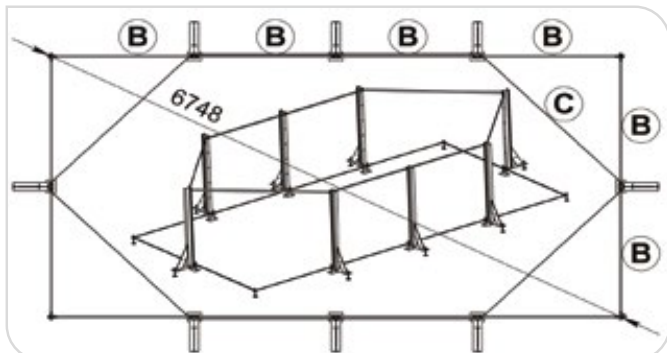

Abbildung 8 – Die Metallträger - Becken 3 x 6
Nachdem Sie die erste Stahlgitterschicht richtig gelegt haben (*Abbildung 3*), legen Sie sich die für den Aufbau Ihres Pools notwendigen Metallpfosten zurecht (*Abbildung 8*); Denken Sie daran, diese zuvor mit Hebern zu versehen (*Abbildung 5*). Die Pfosten werden unten durch flache, mit zwei Schrauben befestigten Stangen (Schraubenbeutel A) zusammengehalten.
- dass die Pooldiagonalen – gemessen an der Achse der Eckheber – alle gleich sind (*Abbildung 8*).